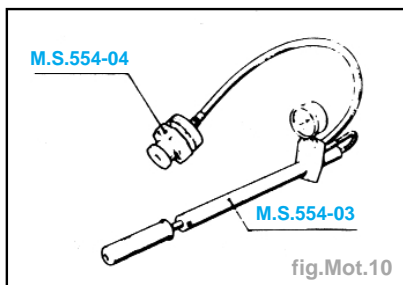

fig.Mot.10
- Adapter sur la pompe **M.S. 554-03** l'outil **M.S. 554-04** et placer sur celui-ci la soupape à contrôler (fig. Mot.10).